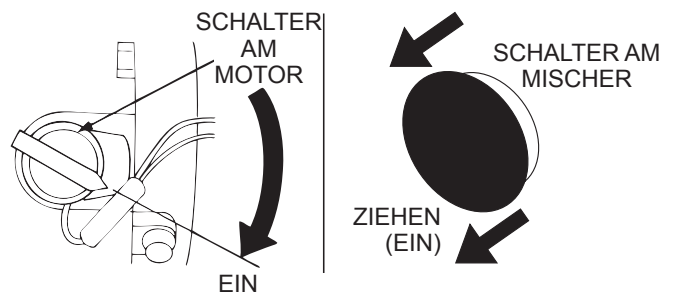

Abbildung 10. Motorschalter (Position EIN)
5. Die Motorschalter (Abb. 10) auf "ON" (EIN) stellen.